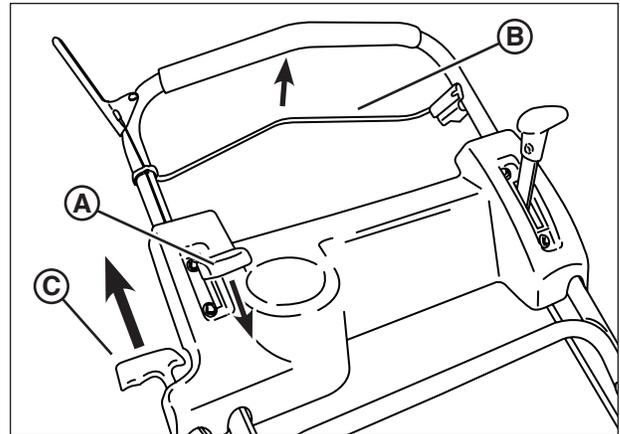

Figure 3: Démarrer la tondeuse
1. Déplacez la commande de régime du moteur (**A, Figure 3**) à la position rapide (lapin).